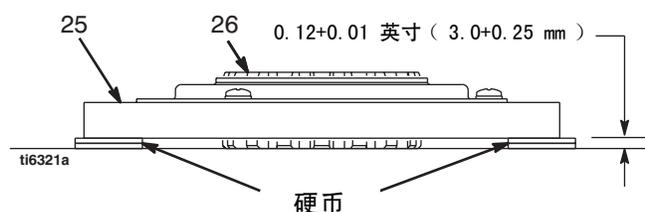

图 8
1. 图 8. 在平滑的台面上放两组硬币, 每组叠放两个硬币。
2. 把电枢 (25) 放在两组硬币上。
3. 按住轮毂 (26) 的中心, 向下往台面上按。